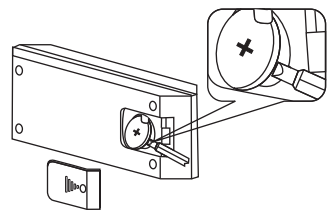

Рисунок 6
3. Батарея (CR2032) выскочит из отсека (рисунок 6).